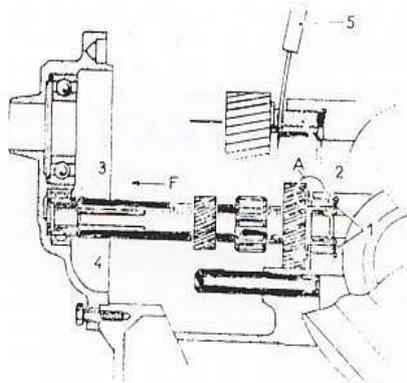

Fig. 70. — Calage de l'arbre intermédiaire
- Placer les rondelles (1) (fig. 70) et présenter la cage extérieure (2) du roulement arrière de l'arbre intermédiaire, la face gravée contre les rondelles de calage.